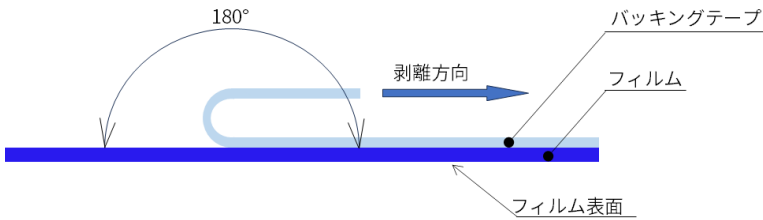

図 1
- フィルムが捲れ上がらないよう手で押さえながら、バックリングテープを地面と平行 180 度になるように剥がす。(図 1,写真 3)